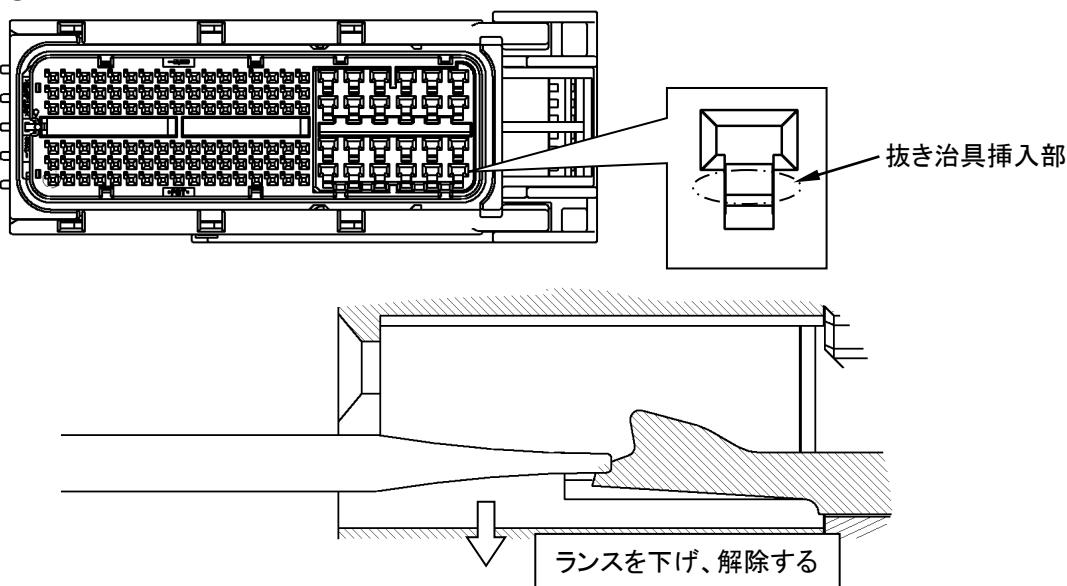

Fig.48
(3) 2.3 II 端子の場合
- ①幅 1.2~1.6mm の精密ドライバを所定の穴に挿入する。
- ②Fig.48 を参照し、ハウジング・ランスを解除しながら電線を引張り、端子を引抜いて下さい。